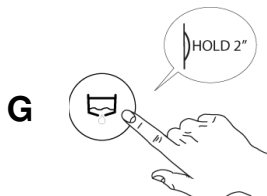

Abb. 40
- 3- Halten Sie den KNOPF "G" - Wasser abfließen - wenige Sekunden lang gedrückt. (Abb. 40)